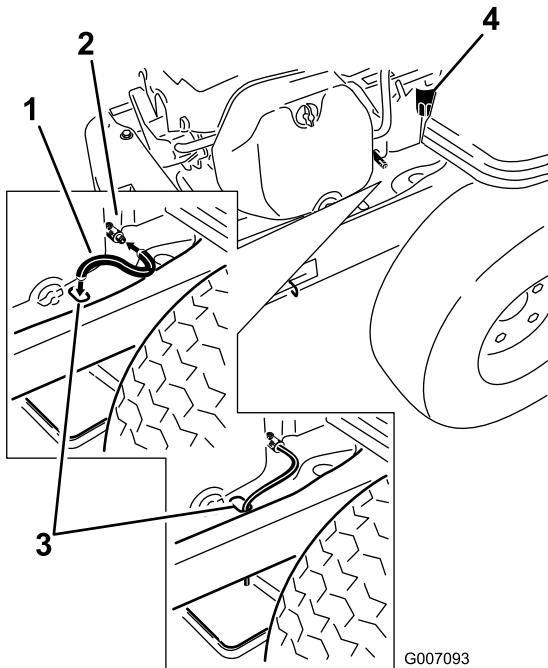

Bild 33
4. Reinigen Sie den Bereich um das Ablassventil und den Maschinenrahmen. Finden Sie den Ölablassschlauch und schieben Sie ihn auf das Ablassventil (Bild 33).
5. Stecken Sie das andere Ende des Ölabblassschlauches auf das Ende des Rahmens (Bild 33).